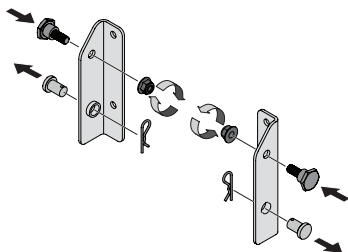

Figura 2
1. Si no se instaló ya de fábrica, instale un perno con reborde de su paquete de herrajes en cada soporte, asegurándolo con las tuercas de seguridad con brida que también se incluyeron en el paquete de herrajes del conjunto del soporte (689-00086A). Consulte la Figura 2.
2. Si ya está instalado en los soportes, retire los pasadores de las horquillas y los clips, guárdelos para instrucciones posteriores. Consulte la Figura 2.
2. Reemplace los pasadores de horquilla y los pasadores de chaveta retirados en la sección Montaje del soporte LT-5. Vea la Figura 2.